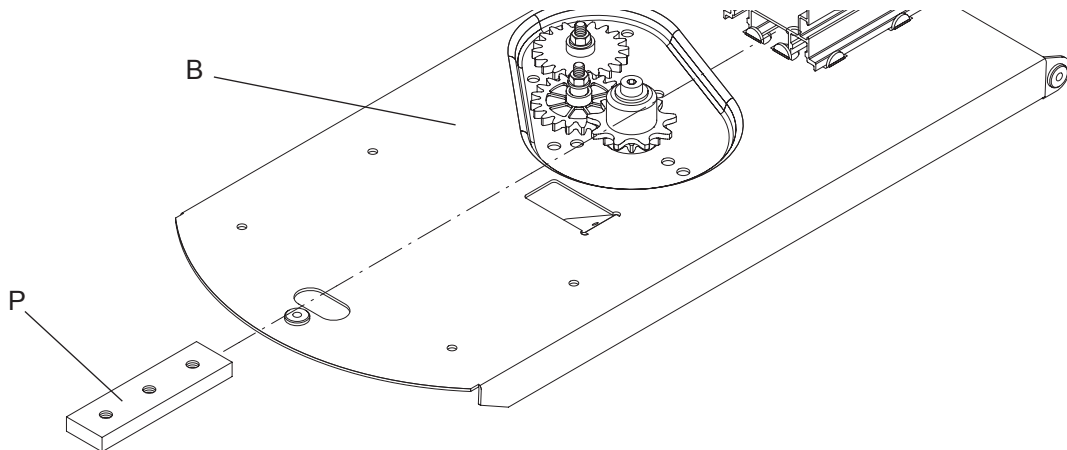

Fig.5
- c) Infilare la piastrina P nel profilo di alluminio fino a far collimare i fori con quelli della piastra di base B (Fig.5).
- c) Introduce the plate P in the aluminium profile until the holes of the plate correspond to the holes of the base plate B (Fig.5).**
- c) Plättchen P in das Alu-Profil einsetzen, bis die Löcher mit denen der Basisplatte B übereinstimmen (Abb.5).
- c) Introduire la plaque P dans le profil en aluminium jusqu'à ce que les trous coïncident avec ceux de la plaque de base B (Fig.5).**
- c) Introducir la plaqueta P en el perfil de aluminio hasta encarar los agujeros con los de la placa de base B (Fig.5).
- c) Wprowadzić blaszkę P do prowadnicy aluminiowej i wpuszczać ją do momentu aż otwory nie nałożą się dokładnie z otworami płyty podstawy B (rys.5).**